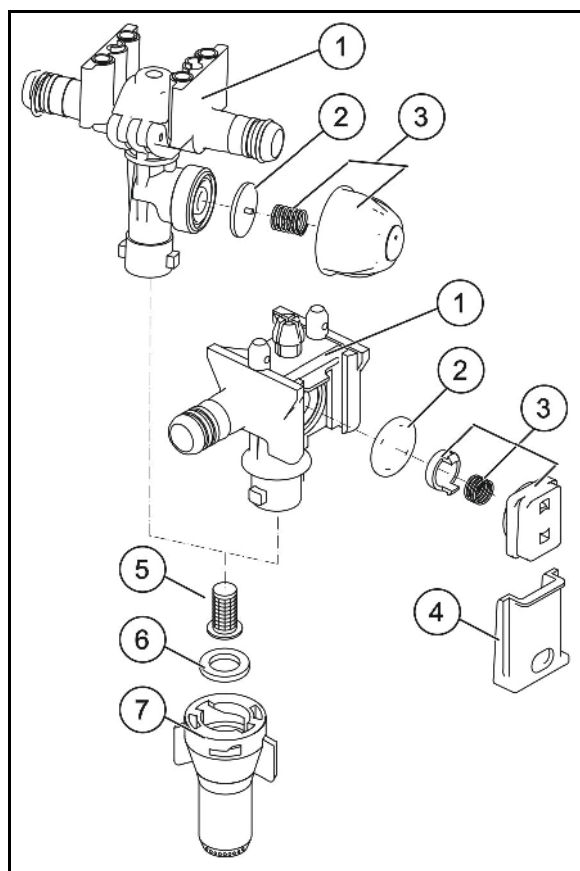

Bild 199
2. Avlägsna skruvarna (Bild 199/1).
3. Ta bort ventillocket (Bild 199/2).
4. Ta bort ventilgrupperna (Bild 199/3).
5. Ta bort ventiltättningsring (Bild 199/4) och O-ring (Bild 199/5).